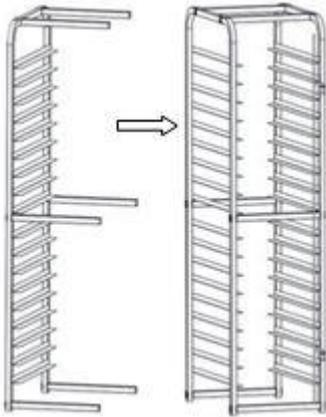

Abb. 1:
7. Befestigen Sie die 6 Querstreben am zweiten Seitenteil mit den Unterlegscheiben und den Schrauben wie oben beschrieben. (Abb. 1)